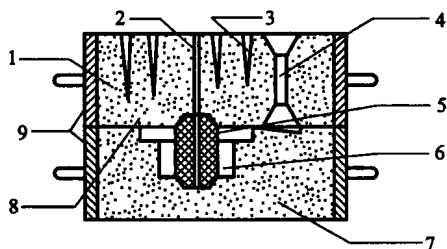
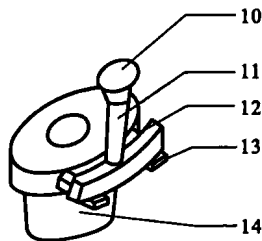

图 2-2 铸型装配图
图 2-3 浇注系统
4. 图 2-2 所示为铸型装配图,图 2-3 所示为其浇注系统示意图,请在表 2-1 中填写图中各序号标示内容的名称并简述其主要作用。